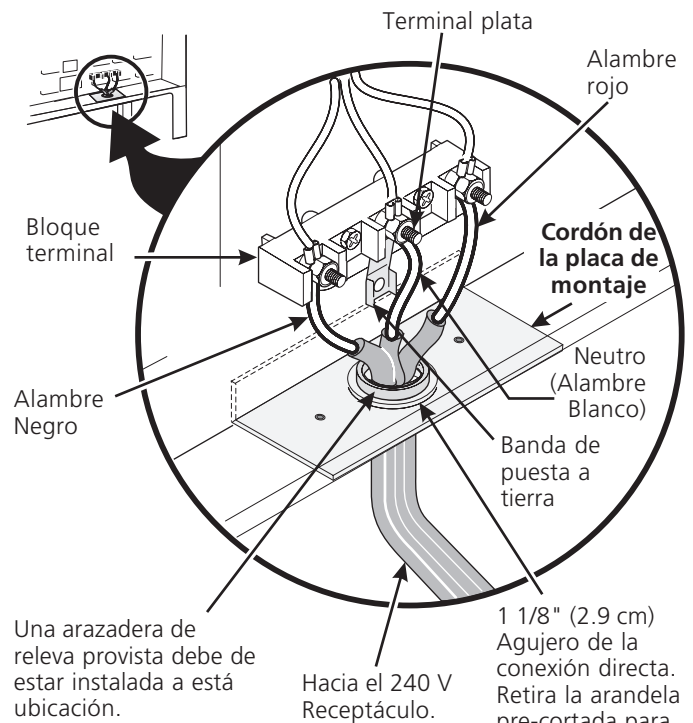

Figura 4
NOTA: La cocina corrediza eléctrica viene de fabrica con un agujero de diámetro 1 1/8" (2.9 cm) como se muestra en la figura 4. Si un agujero mas largo está necesario retire la arandela de la pre-cortada.
Si los códigos locales permiten la conexión del conductor a tierra del armazón al alambre neutro del cable de bronce del suministro eléctrico (vea figura 4).
4. Repone las 3 tuercas desajustadas en el bloque terminal (vea figura 4).